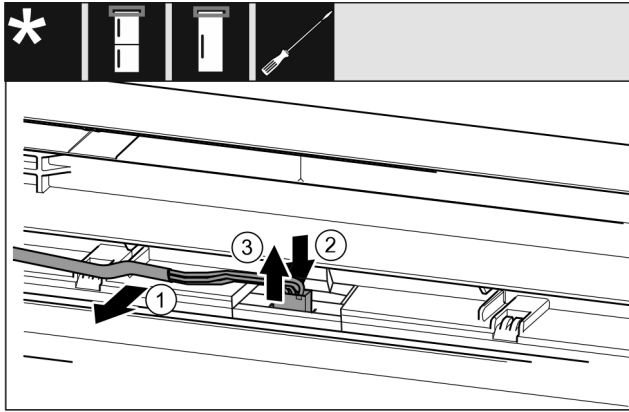

Fig. 20
- ▶ Iš duryse esančio kreipiklio atlaisvinkite pilką kabelį. Fig. 20 (1)
- ▶ Paspauskite plokštelę už kištuko į galą. Fig. 20 (2)
- ▶ Atsargiai ištraukite kištuką į viršų. Fig. 20 (3)